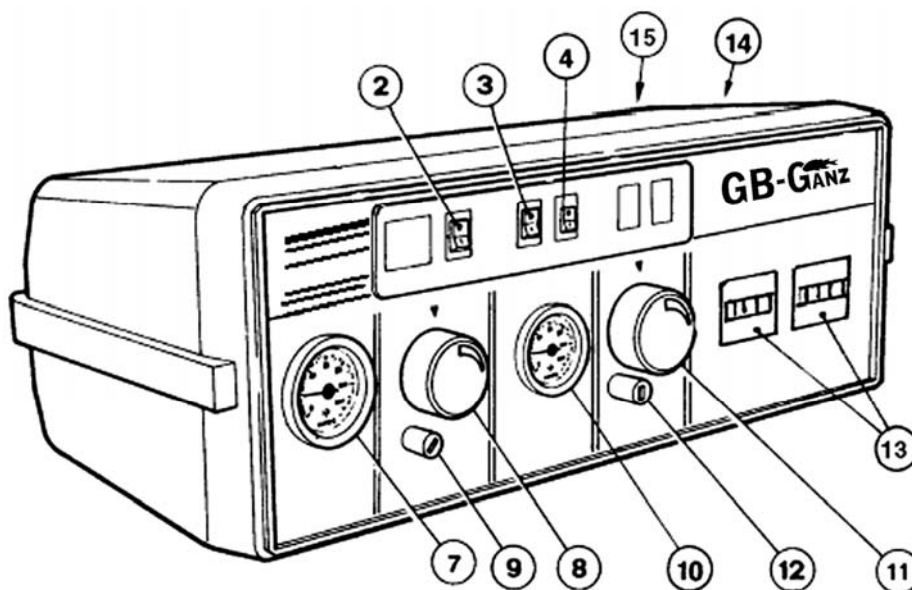

Fig. 8
Cazanul GTE BF este alcătuit din două unități suprapuse cu puterea identică, comandate prin intermediul unui panou de comandă comun (Fig. 8).
3.3.5. PANOUL DE COMANDĂ GTE BF (Fig. 8)